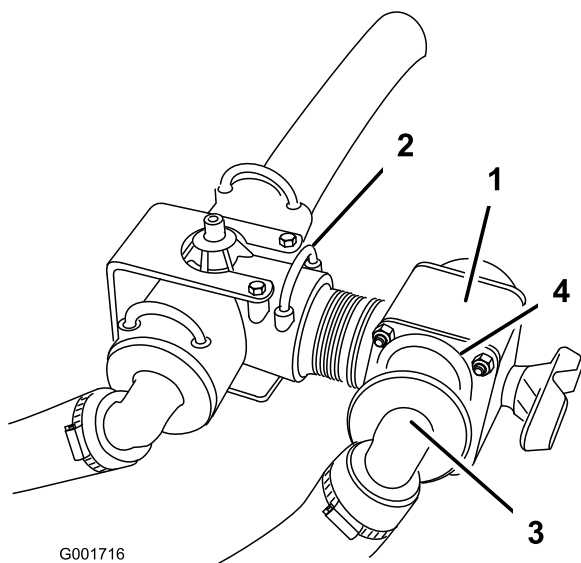

Figura 8
3. Installate la nuova valvola di regolazione nei punti di connessione liberi posteriori nel raccordo a T e fissatela con una nuova forcella di fissaggio (Figura 8).
- Collegate il flessibile di alimentazione della barra al punto di connessione sulla valvola di regolazione e fissatelo con l'ancoraggio precedentemente rimosso (Figura 8).